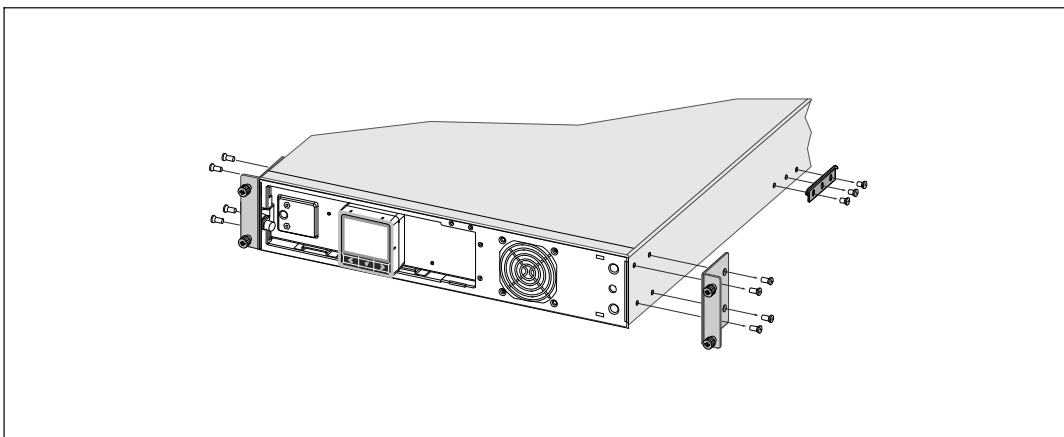

Figura 19. Cómo extraer los soportes de montaje y los soportes de presión posteriores
- 1 Extraiga los soportes de montaje y los soportes de presión posteriores del UPS con un destornillador Phillips® N° 2 (consulte la Figura 19).